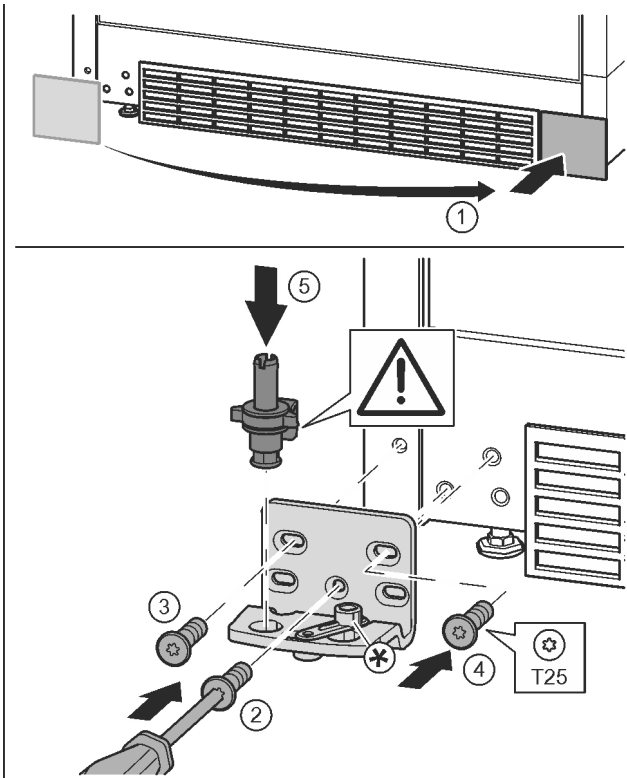

Fig. 18
- ▶ Vegye le a fedelet, és szerelje fel a másik oldalra. Fig. 18 (1)
- ▶ A másik oldalra helyezze fel a csapágybakot, és egy T25 csavarhúzóval húzza meg. Középen az alsó 2 csavarral kezdjen. Fig. 18 (2)
- ▶ Húzza meg a 3 és 4 csavart. Fig. 18 (3, 4)
- ▶ Helyezze be a teljes csapszeget. Ügyeljen közben arra, hogy a bekattanó bütyök hátrafelé mutasson. Fig. 18 (5)